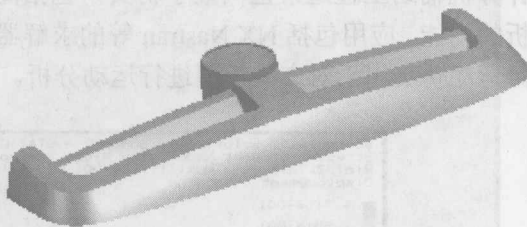

图 1-2 曲面模型
(2) 自由形状特征建模: 应用曲线曲面的知识创建更复杂的产品模型, 如图 1-2 所示。